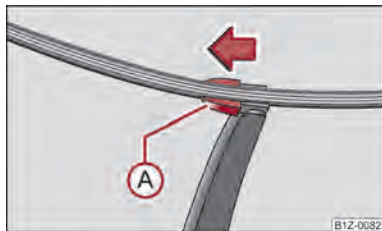

Fig. 39 Escobilla del limpiacristales
- Abata el brazo de la escobilla separándolo del parabrisas y coloque la escobilla en posición perpendicular al brazo ⇒ fig. 39.
- Con la otra mano, desenclave el seguro (A) en el sentido de la flecha y retire la escobilla.